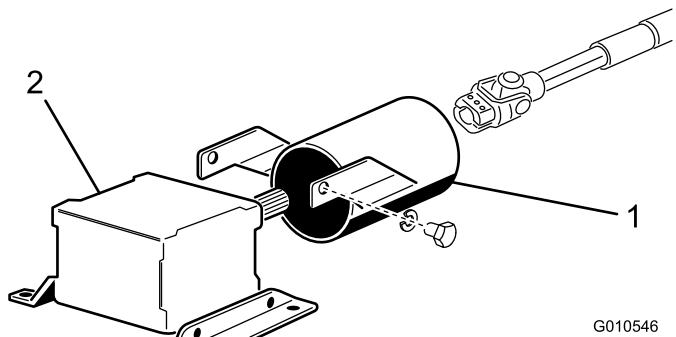

Figura 7
- Rimuovete le 2 viti a testa cilindrica e le rondelle di bloccaggio che fissano la staffa di montaggio della protezione della PDF agli ingranaggi (Figura 7).
- Inserite la protezione dell'albero della presa di forza sull'albero stesso, posizionando la protezione come mostrato in Figura 7.